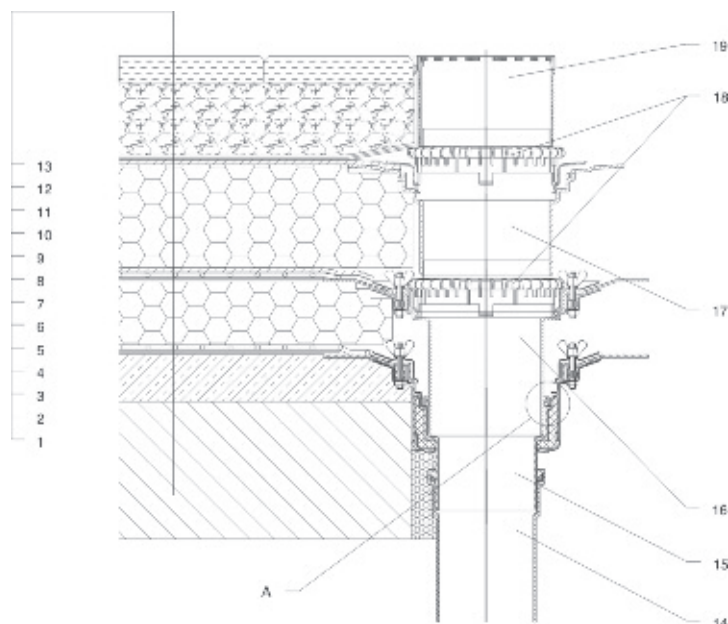

Рис. 1: «Комбинированная» кровля – пешеходная:
рассмотреть (в качестве примера) водоотведение с так называемой комбинированной кровли, которая включает традиционную и инверсионную части (рис. 1).
- Соединение надставного элемента с воронкой выполняется герметичным, за счет применения язычкового резинового уплотнения (п.А рис. 1).